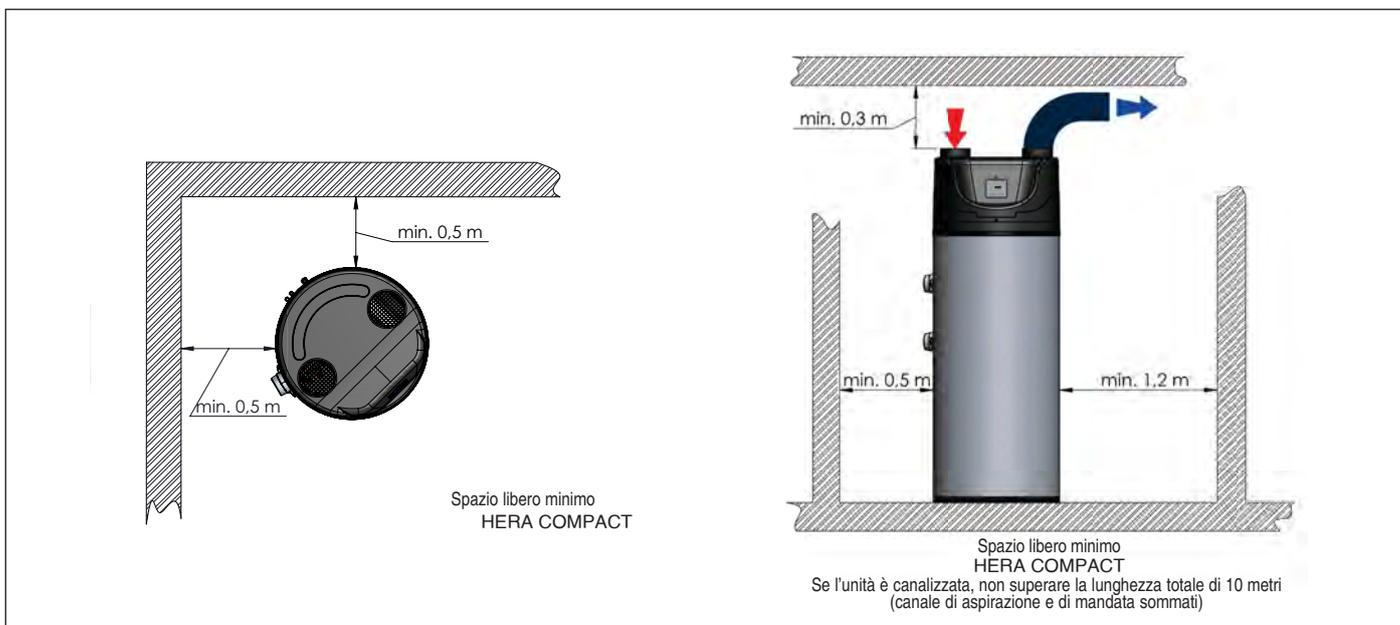

fig. 5
- Prevedere uno spazio libero minimo come indicato in figura (fig. 5), al fine di rendere possibile l'installazione e la manutenzione ordinaria e straordinaria.